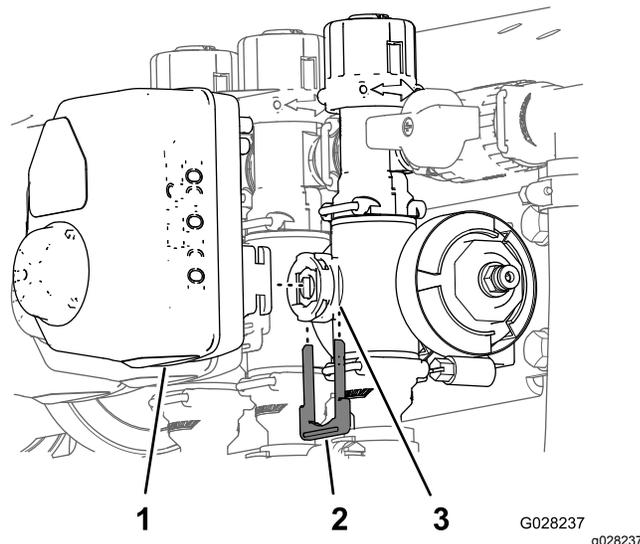

Figura 61
3. Rimuovete il fermo che fissa l'attuatore alla valvola del collettore per la valvola di comando del volume, la valvola dell'agitatore, la valvola principale delle barre o la valvola di sezione delle barre (Figura 61).